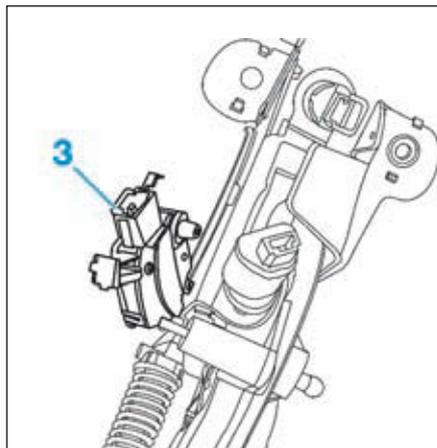

FIG.9
- Basculer le capteur (3) vers la gauche en prenant soin de ne pas détériorer la patte de fixation inférieure (Fig.9).
- Insérer le capteur (3) de position de la pédale d'embrayage, en positionnant le bras du capteur entre son axe de fixation sur la pédale et le ressort de compensation de la pédale d'embrayage (Fig.9).
- le corps du capteur en agissant sur le verrou (2),
- la partie reliée à la pédale en agissant sur le verrou (1).